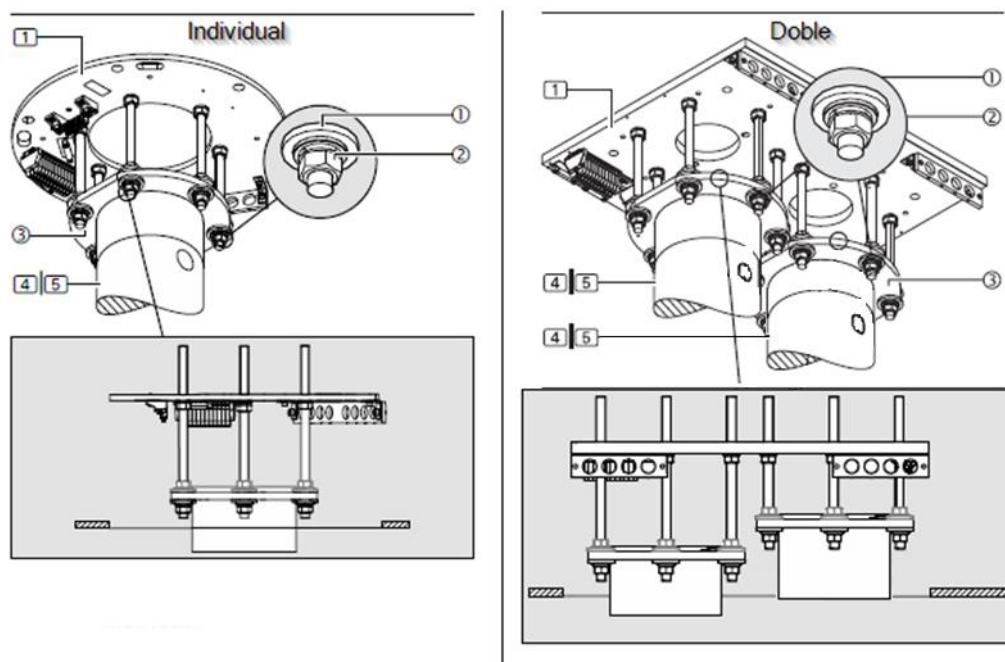

Fig. 15 Alignement des bras avec la plaque d'interface
- Fixez solidement la bride du tube de toit (6) ou, à l'aide d'un dispositif de levage approprié, placez-la sous les boulons filetés M16 (1) de la plaque d'interface (1).
- Insérez la bride du tube de toit (6) dans les 6 boulons filetés M16 (1) de la plaque d'interface (1).
- Retirez l'adhésif ou le ruban élastique précédemment appliqué sur les boulons filetés (1).
- Pour chaque boulon fileté M16 (1), monter 1 disque isolant en plastique (2) (comme indiqué dans la figure 15) de sorte que la rondelle plate d'un diamètre extérieur de 34 mm (3) repose sur le disque isolant en plastique (2).
- Pour chaque boulon fileté M16 (1), monter 1 rondelle plate d'un diamètre extérieur de 34 mm (3), 1 rondelle élastique (4) et 1 écrou hexagonal M16 (5).